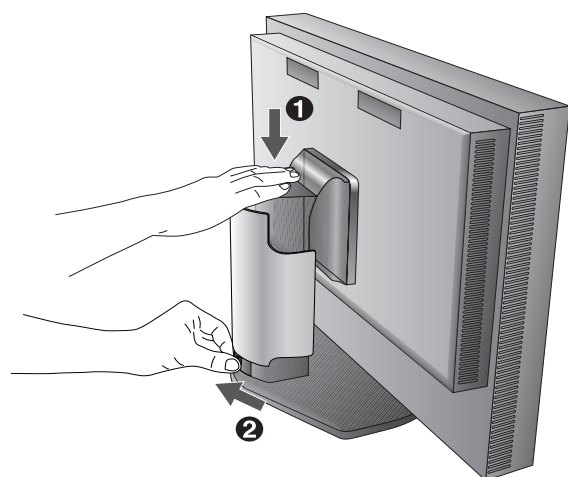

Figura B.1
3. El ajuste de la altura se fija mediante el botón de bloqueo. Coloque una mano en la parte superior del monitor para empujar la pantalla y situarla en la posición más baja. Deslice el botón de bloqueo para desbloquear la base y subir la parte superior del monitor (**figura B.1**).